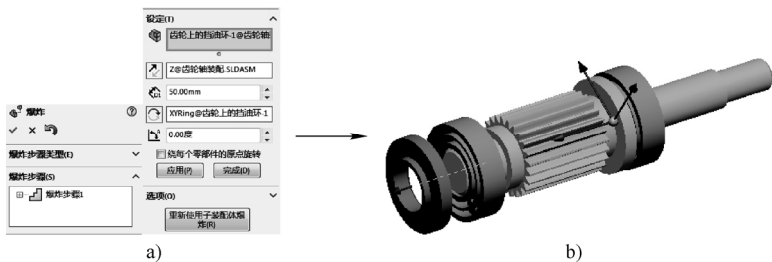

图 6-59 在“爆炸”属性管理器中设置零部件的具体移动距离
STEP 1 打开本书提供的素材文件“齿轮轴装配.sldasm”，单击“装配”工具栏中的“爆炸视图”按钮，选择左侧齿轮上的挡油环，选择坐标系 Z 轴并设置其爆炸方向，设置爆炸距离为“50mm”，单击“应用”按钮，再单击“完成”按钮，如图 6-59 所示。